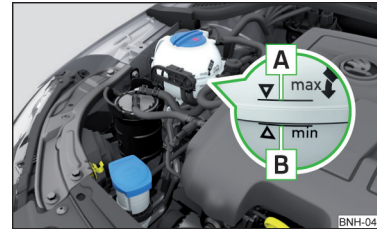

Abb. 147
Die Bezeichnung des Kühlmittels ist auf dem Kühlmittelausgleichsbehälter aufgeführt » **Abb. 147** auf Seite 150.
- Das Kühlmittel nicht über die Markierung **A** auffüllen » **Abb. 147** auf Seite 150.
Kühlmittelausgleichsbehälter » **Abb. 147**
➤ Den Kühlmittelstand am Kühlmittelausgleichsbehälter prüfen » **Abb. 147**. ▶
Bei betriebswarmem Motor kann das Prüfergebnis ungenau ausfallen. Der Stand kann auch über der Markierung **A** » Abb. 147 liegen.